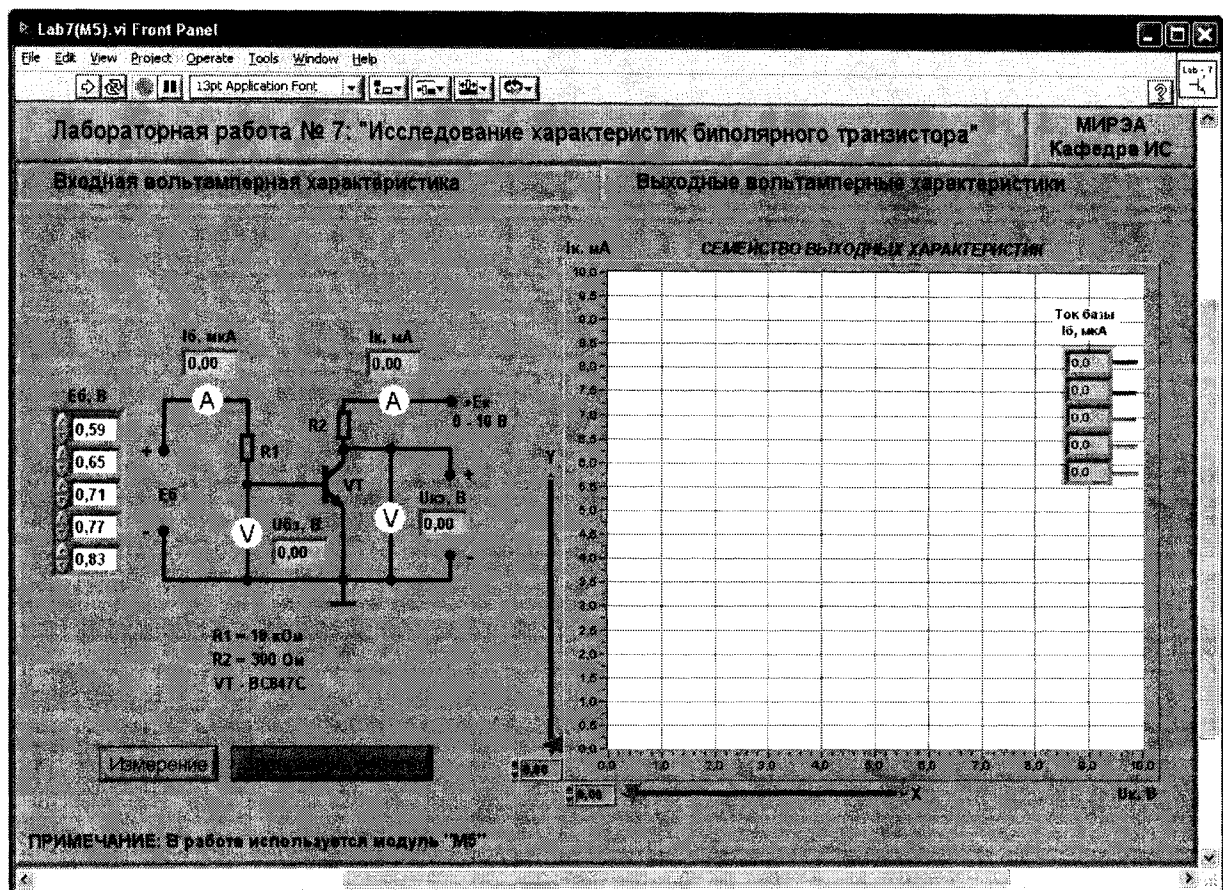

Рис. 7.6. Лицевая панель ВП при выполнении задания 2
4.2.1. На лицевой панели ВП нажмите мышью на закладку «Выходные вольтамперные характеристики». На экране появится изображение ВП, приведенное на рис. 7.6.